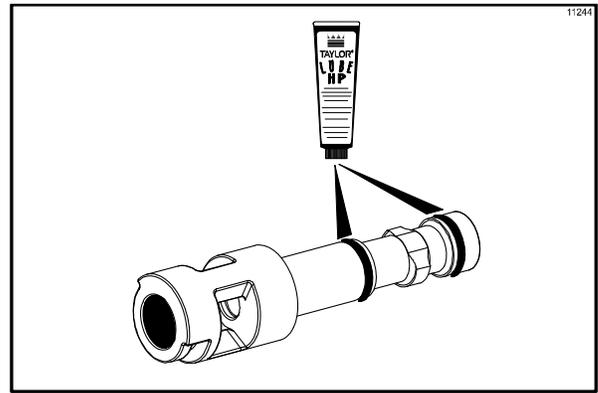

Figura 115
5. Arme el conjunto del rotor de la válvula de extracción. Inspeccione las juntas tóricas de la válvula de extracción en busca de cortes o mellas. (Reemplace las piezas si están cortadas o melladas). Si las juntas tóricas de la válvula de extracción están en buen estado, coloque las dos juntas tóricas en las ranuras de la válvula de extracción y lubríquelas. (Vea la figura 115).